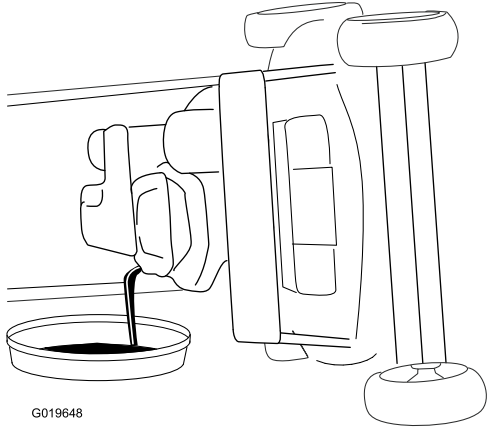

Figura 27
- Ponga la máquina de lado (de modo que el filtro de aire quede hacia arriba) para drenar el aceite usado a través del tubo de llenado de aceite (Figura 27).